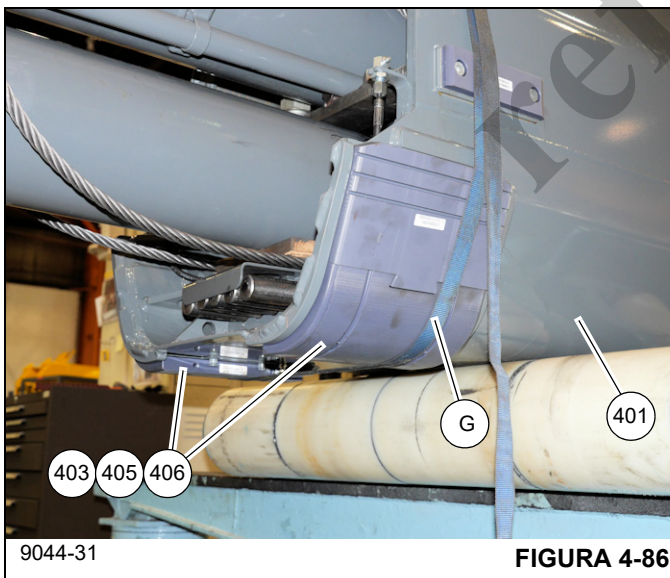

FIGURA 4-86
**35.** Instale suplementos (403) y almohadillas de desgaste (405, 406) en la parte inferior (como está orientada) de la sección telescópica 3 (401). Alinee los agujeros en los suplementos con los pasadores en la sección telescópica 3. Conecte los adaptadores (410) en el agujero delantero de cada almohadilla de desgaste (405). Fije las almohadillas de desgaste a la sección telescópica 3 (401) usando una tira de trinquete (G) (vea la Figura 4-86 y la Figura 4-87).